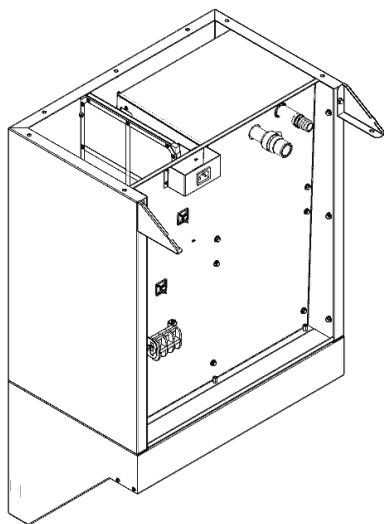

Рис. 8
8. Снять с зонта заднюю стенку, открутив крепеж (см. Рис. 8);
9. Установить два уголка на зонт, используя два болта М5х12 из комплекта зонта (см. Рис. 8);
10. Установить штуцер для шланга слива на пароконденсатор, используя фум-ленту для уплотнения резьбового соединения (см. Рис. 8);
11. Установить патрубок с хомутом на трубку (без резьбы) пароконденсатора (см. Рис. 8);